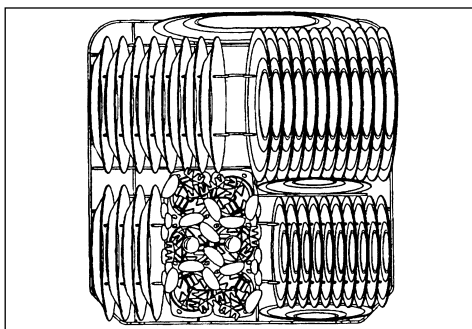

fig. 11
**Beladen van de onderkorf** (zie fig. 11)